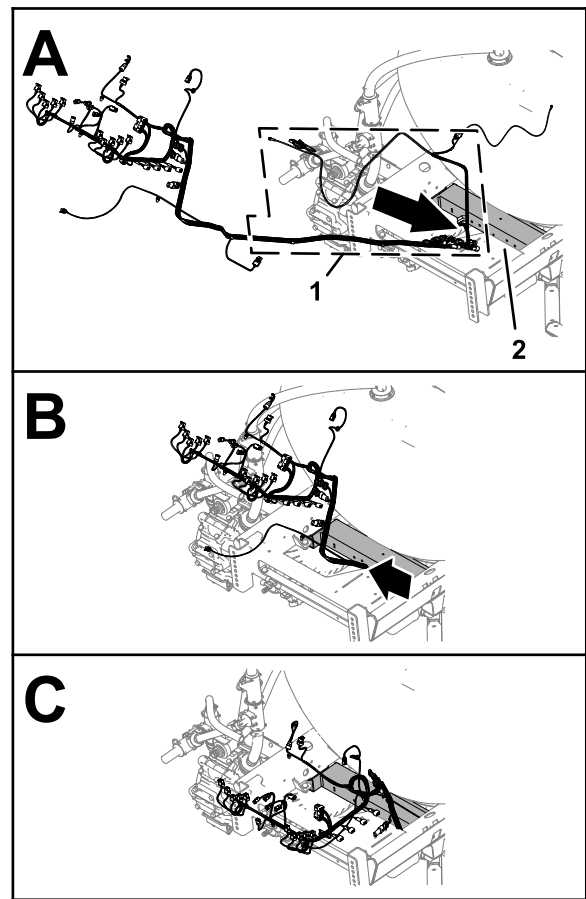

Рисунок 84
2. Проложите ответвления нового жгута электропроводов – длиной 180 см, длиной 108 см и длиной 127 см, под швеллером рамы (Рисунок 84).